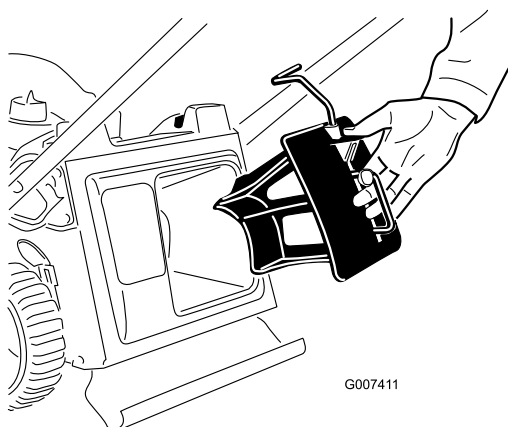

Figure 8
1. Si ce n'est déjà fait, insérez l'obturateur Recycler dans le plateau de coupe (Figure 8).